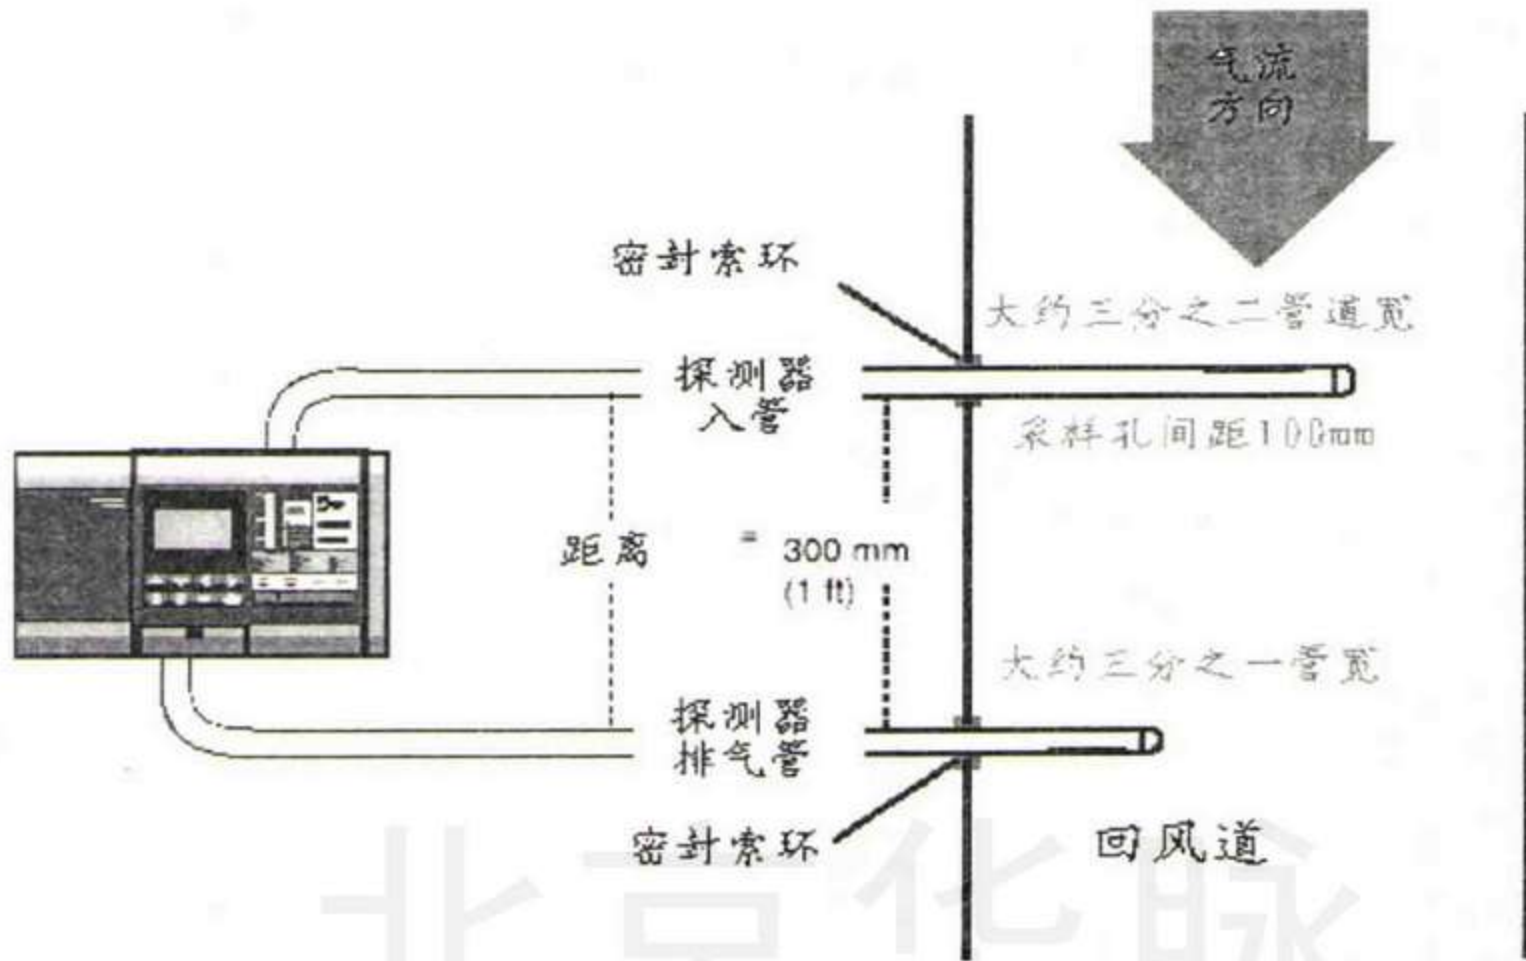
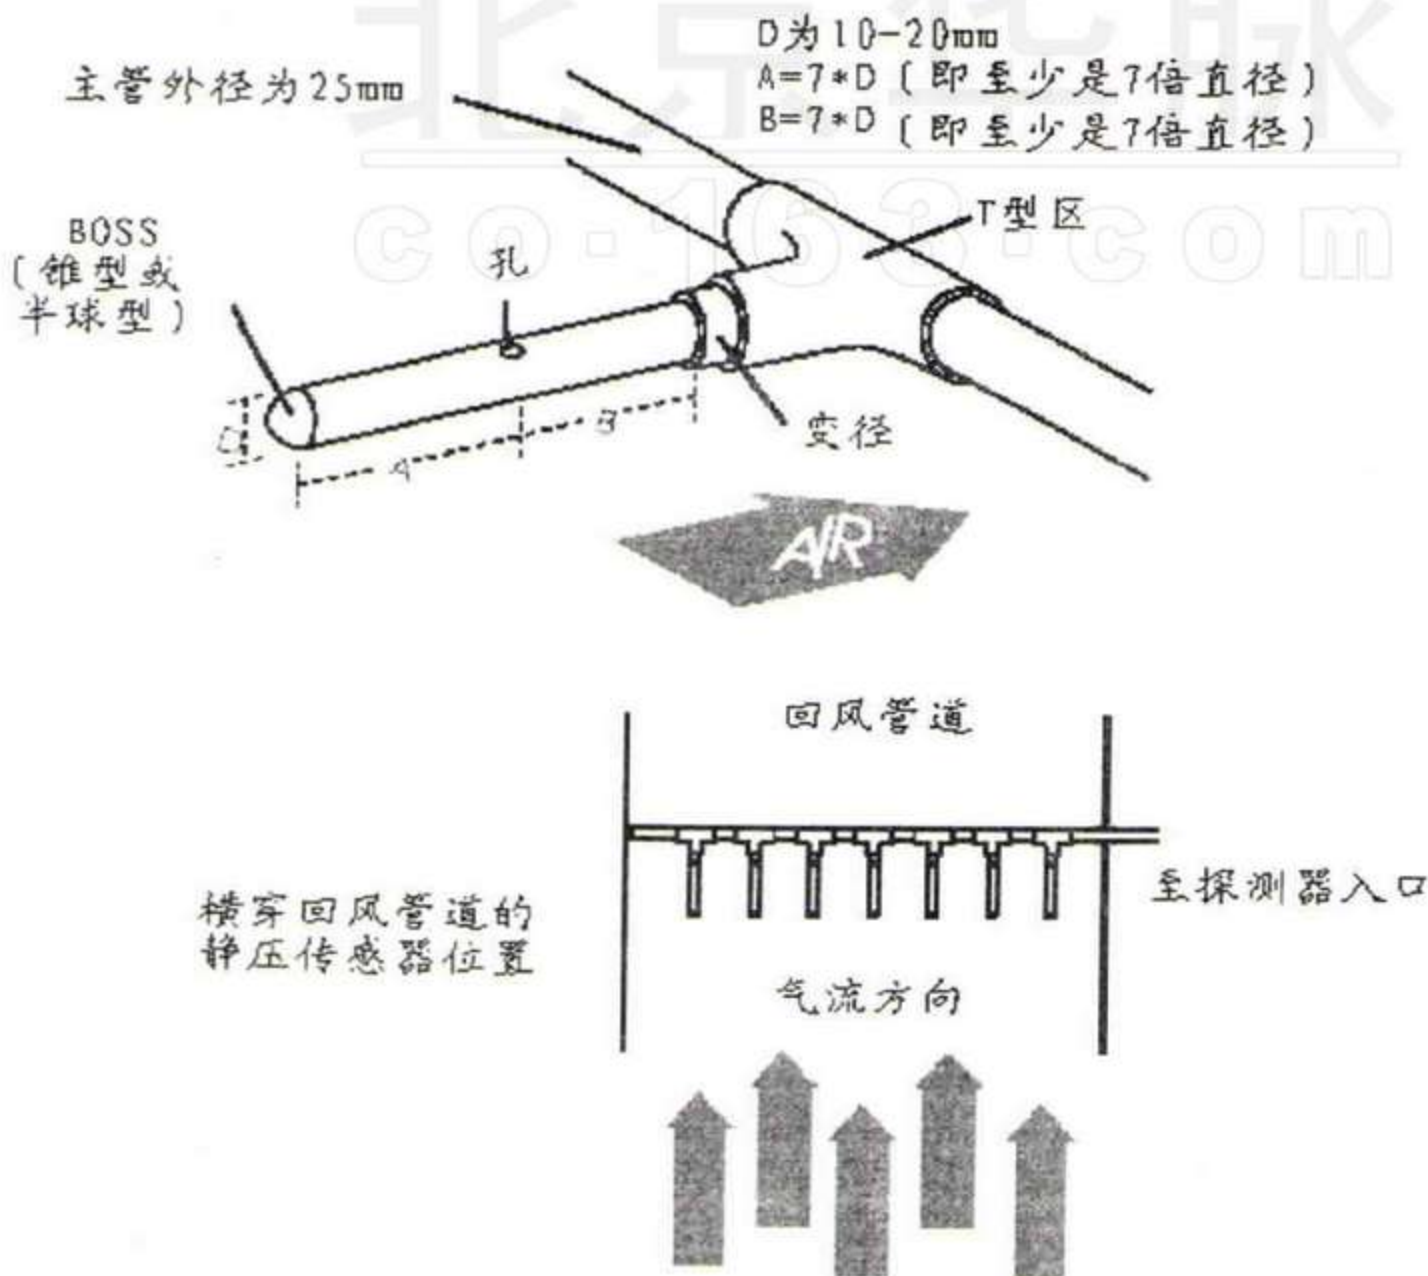

图 24: 回风管道采样——探测管安装及探测管与探测器的关系
图 32: 静压传感器在压力变化及速率高的情况下的应用
1. 吸气和排气探测管之间的最小距离为 300 毫米 (1 英尺)。(见图 24)
输送管道内的高速气流以及用于通风的高压可能形成不同的速率分区。这会导致采样管上不同采样孔处极度不同的压力。通过在每个孔放置一个静压传感器（static pickup），如图 32 所示，可保持不同孔处一致的灵敏度，从而克服可能的烟雾分层（或稀释）问题。
安装静压传感器以便每个端点（boss，见图 32）面向气流。主干采样管横穿通风管道并且两端固定。一端封闭，另一端与探测器接口连接，排气探测管的位置及其与静压传感器的关系与图 24 所示相似。